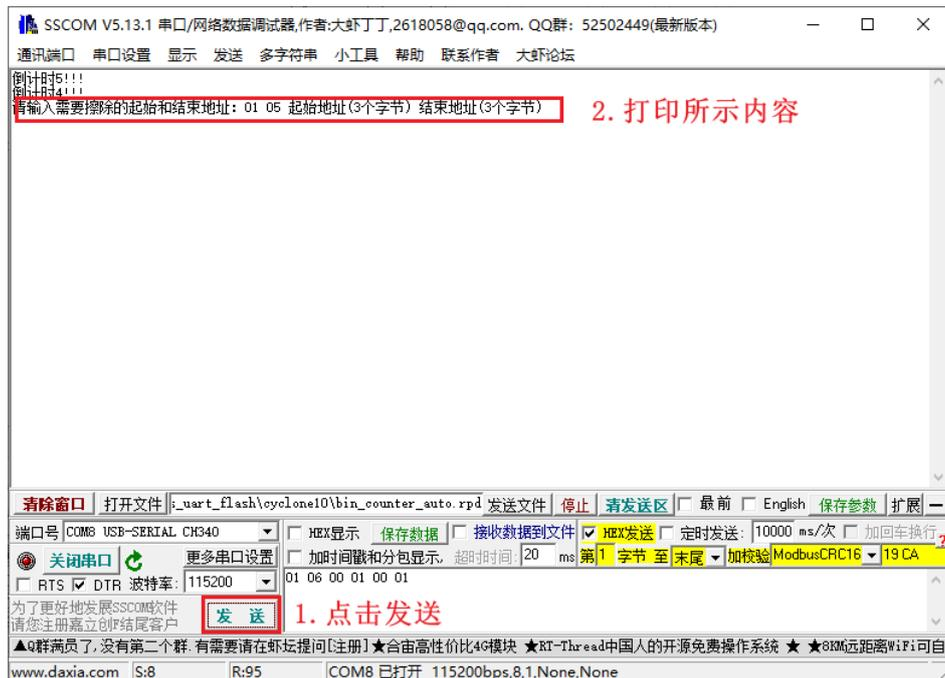

图 1-21 发送擦除指令
- 然后重新给开发板上电，在前 5S 内，点击发送，将擦除指令发出，可以看到串口打印如下图 1-21 内容。